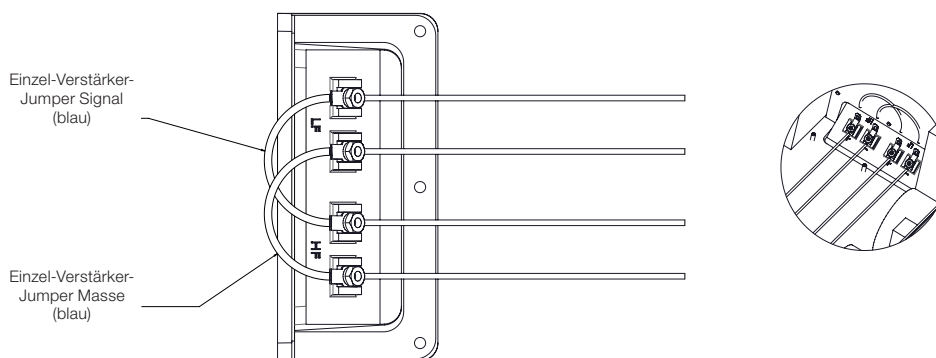

Abbildung 10
4. Entfernen Sie vor der Installation der Lautsprecher in Doppel-Kabel- oder Doppel-Verstärker-Betrieb die beiden blauen Jumper-Stecker, Bi-amp- oder Doppel-Verstärker-Jumper für Signal und Bi-amp-Jumper für Masse (Abbildung 10). Die blauen Jumper-Stecker befinden sich am Endklemmenfeld im inneren der rückseitigen Box. Drücken Sie die Anschlüsse der Jumper kurz unter dem gequetschten Kabelbereich am Stecker, um die Verriegelung des Steckers zu lösen. Wenn dies nicht funktioniert, schieben Sie den Kunststoffabdeckschuh auf das Kabel und drücken Sie den Hebel für die Verriegelung mit einem Kugelschreiber oder einem kleinen Werkzeug hinunter, während Sie leicht am Kabel ziehen.